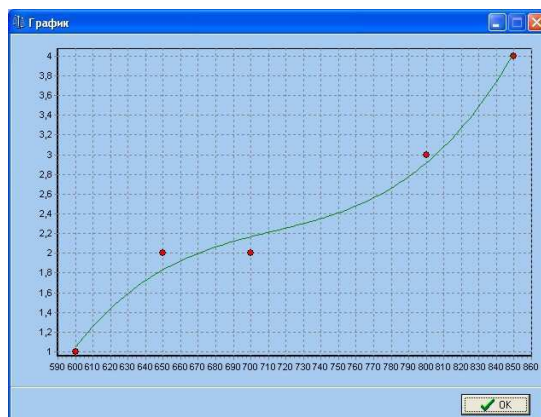

Рис. 6.
9.12. Нажать на кнопку «Расчет». В полях «C0, C1, C2, C3» появятся числа. При необходимости функцию отклонения можно посмотреть в виде графика, для этого нужно нажать на кнопку график. Рис. 6. Затем нажать на кнопку «ОК». Окно с графиком закроется.